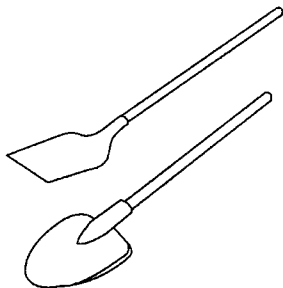

图 1-9 铁锨
(1) 铁锨 用于人工搅拌装卸砂浆和灰膏, 如图 1-9 所示。